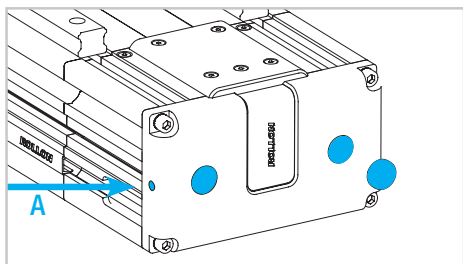

Fig. 9
- 10) Retirer les capuchons de protection des vis de fixation et desserrer la vis de blocage A (Fig. 9).